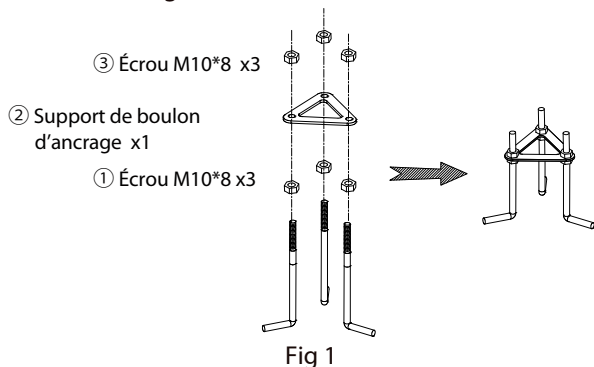

Fig 1
2. Assembler le support de boulon d'ancrage comme sur la Fig.1 et l'utiliser pour déterminer l'emplacement des boulons d'ancrage dans le béton.